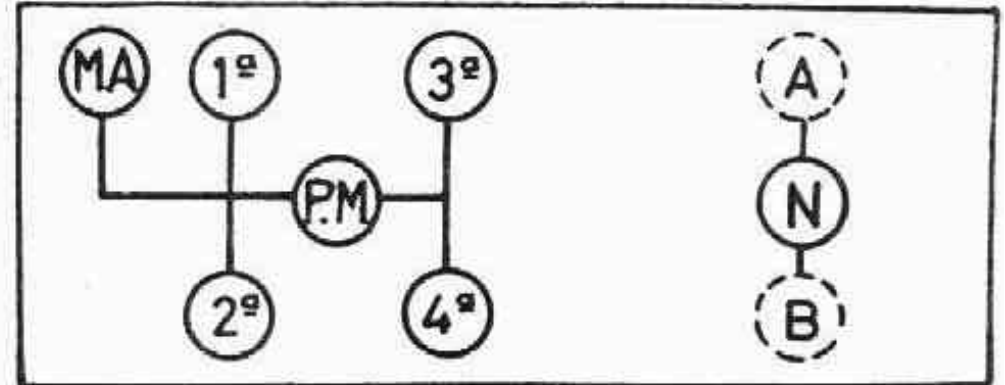

Fig. 22. Esquema de posición de las palancas de la caja de velocidades y de la reductora
1. Con el pie izquierdo se pisará a fondo el pedal del embrague y se llevará la palanca de la caja de velocidades (fig. 22), hacia posición 1 (1.ª velocidad).
Aunque normalmente no será preciso agregar aceite al cárter, es conveniente medir el nivel diariamente antes de comenzar el servicio con el vehículo para prevenir que, por circunstancias accidentales, pudiesen existir pérdidas anormales. Para ello se utilizará la varilla de nivel (fig. 22), asegurándose de que este último se mantiene entre las marcas «L» (bajo) y «H» (alto) de la misma, más próximo a esta última, y nunca por debajo de la «MIN».